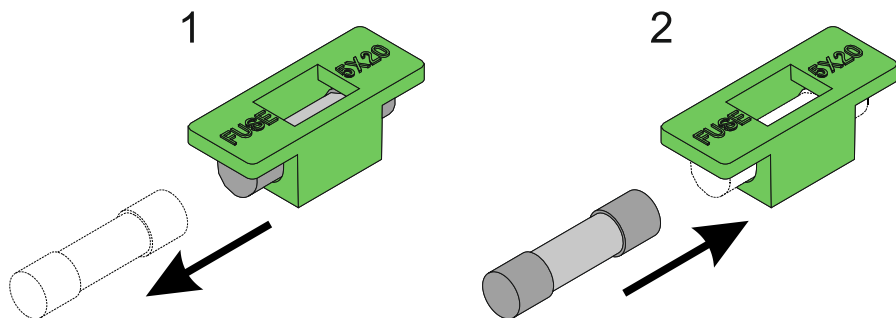

Рисунок 4 — Замена предохранителя
- извлечь из держателя вышедший из строя предохранитель, установить на его место новый (см. рисунок 4);